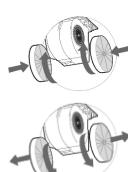

рис. 7A
- Угольные фильтры устанавливаются на защитные решетки корпуса вентилятора (рис. 7A).